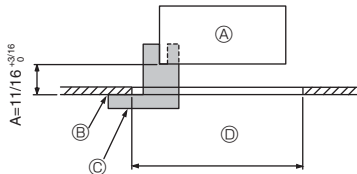
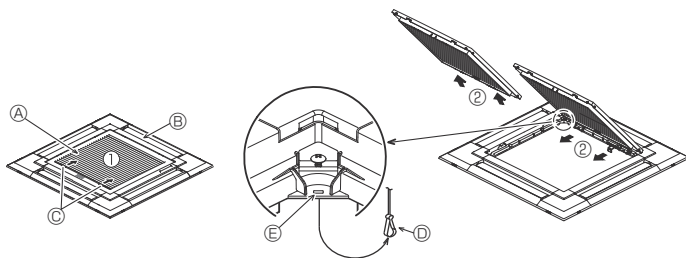
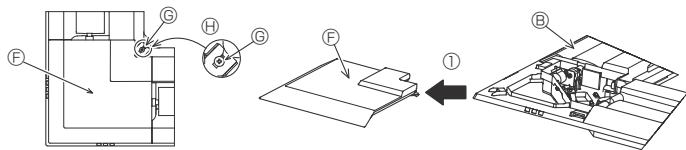

Fig. 9-2
Fig. 9-3
Fig. 9-4
①	Grille	1	950 × 950 (mm), 37-3/8 × 37-3/8 (pouces)
②	Schéma d'installation	1	(divisé en 4 parties)
③	Vis (4 × 16)	1	pour PLP-40EAU, PLP-40EAEU
④	Panneau en coin i-see sensor	1	pour PLP-40EAEU
9.2. Préparation avant d'attacher la grille (Fig. 9-2)
- À l'aide de la jauge ② fournie avec ce kit, ajustez et vérifiez la position de l'appareil principal par rapport au plafond. Si l'appareil principal n'est pas correctement positionné par rapport au plafond, des fuites d'air peuvent se produire et provoquer un phénomène de condensation.
- Ⓒ Schéma d'installation ② (inséré dans l'appareil principal)
9.2.1. Retrait de la grille d'admission (Fig. 9-3)
- Pour ouvrir la grille d'admission, faire glisser les leviers dans le sens indiqué par la flèche ①.
- Lorsque la grille se trouve en position "ouverte", retirer la charnière de la grille d'admission comme indiqué par la flèche ②.
9.2.2. Retrait du panneau en coin (Fig. 9-4)
- Dévissez les 4 vis de coin. Pour retirer le panneau, faites-le glisser dans le sens indiqué par la flèche ①.
[Fig.9-3] [Fig.9-4]